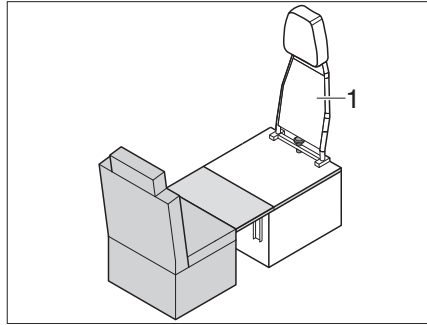

Fig. 211 Transformation conduite-mode couchage
- Démontez le dossier (Fig. 211,1) des sièges individuels (voir chapitre 7.17.8).